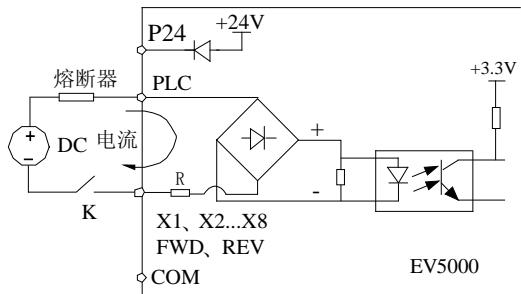

图 4-22 使用外部电源的连线方式
- 2) 使用外部电源（要求电源必须满足 UL CLASS 2 标准，并需要在电源与接口加 4A 的熔断器），接线方式如图 4-22（注意去除 PLC 与 P24 端子间的连接线）。